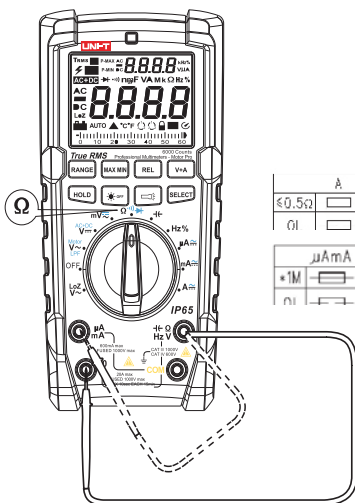

Abbildung 3a
**6. Widerstandsmessung und Leitfähigkeitsdetektion (siehe Abbildung 3a)**